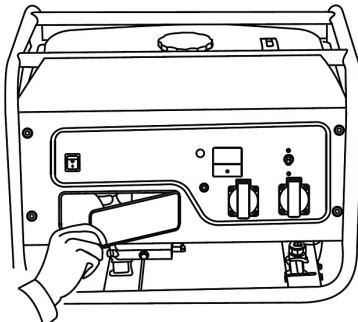

Рис. 6 Съемная крышка на панели управления
- Снимите крышку на панели управления (Рис. 6).